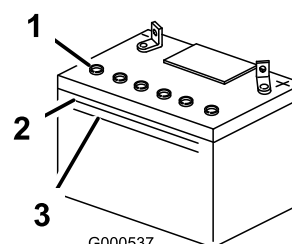

Figura 44
- Mire hacia el lateral de la batería. El electrolito debe llegar a la línea **superior** (Figura 44). No permita que el electrolito esté por debajo de la línea inferior (Figura 44).
3. Retire los tapones de ventilación de la batería (Figura 44).
4. Vierta lentamente agua destilada en cada célula de la batería hasta que el nivel de electrolito llegue a la línea superior (Figura 44) de la caja de la batería.
5. Espere de cinco a diez minutos después de llenar las células de la batería. Añada agua destilada, si es necesario, hasta que el nivel de electrolito llegue a la línea superior (Figura 44) de la caja de la batería.